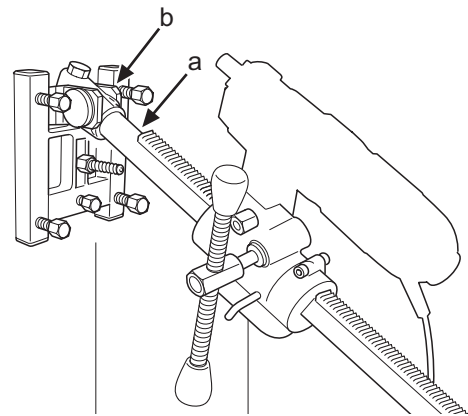

Fig.9
2. La columna de perforación se monta en el soporte angular de la placa base. Apretar el tornillo de fijación (a) con una llave Allen de 8 mm (fig. 9). Girar la caja de alimentación 180° y montarla de nuevo en la columna de perforación. La perforadora se monta en la fijación rápida. La columna de perforación se puede girar 360° progresivamente y se fija en cada posición con el tornillo de fijación (a).
**(PT) Perfuração em paredes, fixação de expansão**
2. A coluna de perfuração é montada no suporte angular da placa base. Apertar o parafuso de fixação (a) com a chave Allen de 8 mm (Fig. 9). Rodar a caixa de alimentação 180° e montá-la novamente na coluna de perfuração. A perfuradora é montada na fixação rápida. A coluna de perfuração pode ser rodada progressivamente 360° e é fixada na posição desejada com o parafuso Allen (a).
**(GB) Drilling in walls, expander fastening**
2. The drill column is mounted on the base plate's angle bracket. Tighten the locking screw (a) using an 8 mm hex-key (Fig. 9). The feed housing is turned 180° and refitted on the drill column. The drilling machine is refitted in the quick-action attachment. The drill column can be rotated through 360° and locked in any position with the locking screw (a).
3. The drill column is set at the required angle by tightening the nut (B) using a 30 mm spanner.
**(GR) Διάτρηση σε τοίχο, ασφαλιστική ουσήριγμα διαστολή**